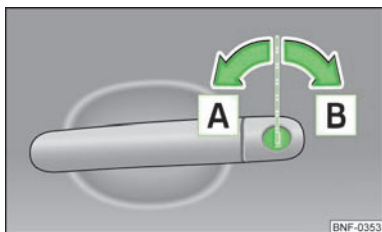

Fig. 10
- Ruotare la chiave nel cilindro della portiera lato conducente nella direzione di marcia (posizione di sbloccaggio) **A** » fig. 10.
- Ruotare la chiave nel cilindro della portiera lato conducente nella direzione di marcia (posizione di bloccaggio) **B** » fig. 10.